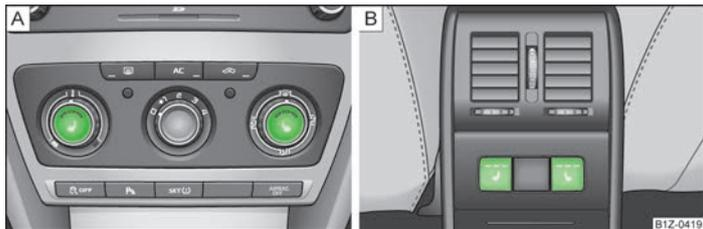

Fig. 43 Regulador para calefacción de asientos delanteros/asientos posteriores
- Pulsando la superficie del regulador donde se encuentra el símbolo  o  » fig. 43 - A se podrá conectar y regular la calefacción de asiento del conductor o bien del acompañante.
- Pulsando el regulador  o  » fig. 43 - B se puede conectar y regular el calefaccionado del asiento posterior izquierdo o derecho.